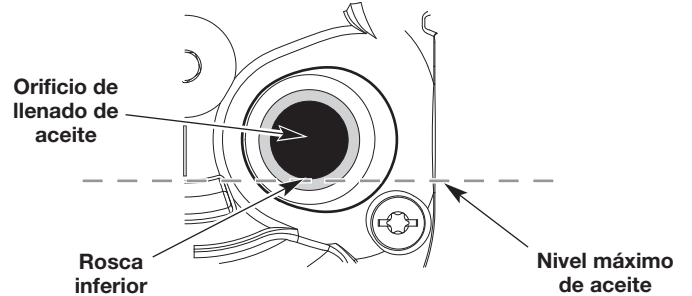

Fig. 16
5. Observe el interior del orificio de llenado de aceite; use una linterna si es necesario. **El nivel de aceite sólo debe tocar la rosca inferior del orificio de llenado de aceite** (Fig. 16).